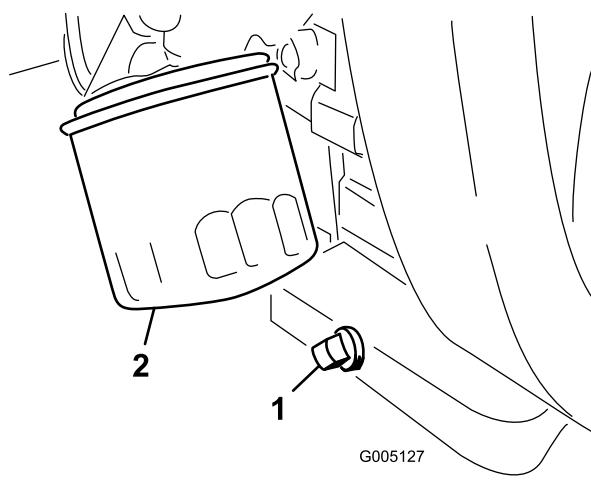

Figura 42
1. Togliete il tappo di spurgo (Figura 42) e lasciate defluire l'olio in una bacinella. Quando l'olio cessa di defluire, rimontate il tappo.
2. Togliete il filtro dell'olio (Figura 42).